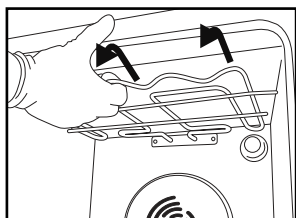
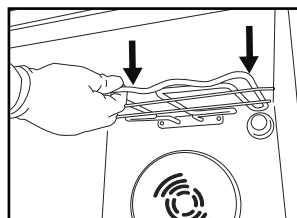

Fig. 3
Fig. 4
2. Estrarre leggermente la resistenza (Fig. 3) e abbassarla (Fig. 4).